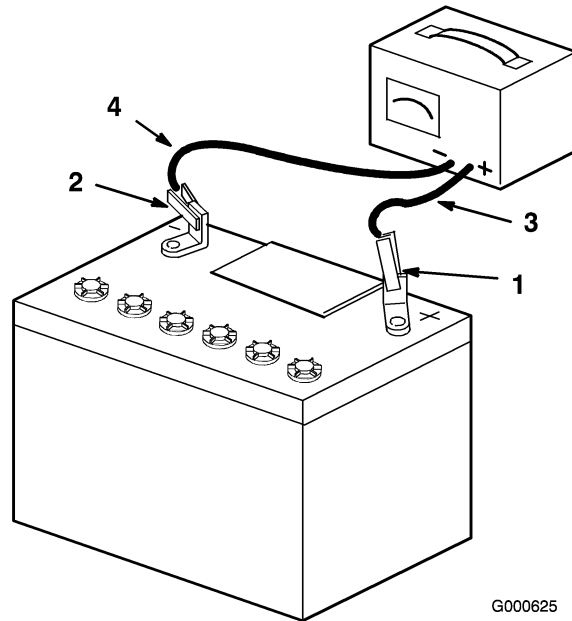

Bild 6
- Ziehen Sie, wenn die Batterie voll geladen ist, den Stecker des Ladegeräts aus der Dose. Klemmen Sie dann die Klemmen des Ladegeräts von den Batteriepolen ab (Bild 6).